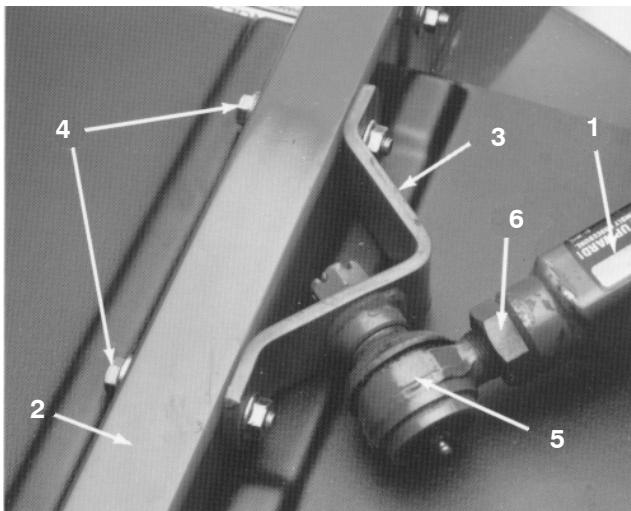

Bild 19
- Ein Helfer sollte den rechten Schubarm nach unten drücken, während Sie die Kopfschrauben, Flachscheiben und Sicherungsmuttern entfernen, mit denen die Befestigung des Kugelgelenks am Laufradarm des Mähwerks befestigt ist (Bild 19). Der Helfer kann den Druck auf den Schubarm langsam vermindern, sodass die Federlast von 45 kg allmählich gelöst wird.
3. Ein Helfer muss den rechten Schubarm vorsichtig nach unten drücken, bis die Löcher in der Kugelgelenkbefestigung mit den Löchern im Laufradarm ausgerichtet sind (Bild 19).